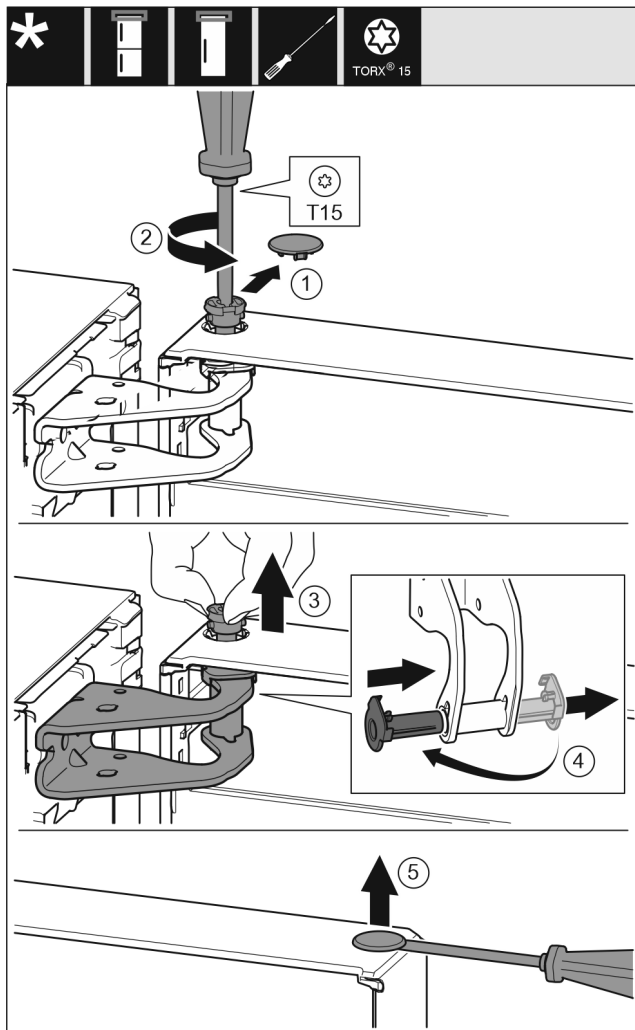

Fig. 11
- ▶ Ostrożnie zdjąć osłonę zabezpieczającą. Fig. 11 (1)
- ▶ Sworzeń wykręcić nieco przy pomocy śrubokręta T15. Fig. 11 (2)
- ▶ Przytrzymać drzwi i wyjąć sworzeń palcami. Fig. 11 (3)
- ▶ Tuleję łożyskową wyjąć z prowadnicy. Założyć z drugiej strony i zazębic. Fig. 11 (4)
- ▶ Zatyczkę ostrożnie podważyć przy pomocy śrubokręta i wyjąć z tulei łożyskowej drzwi. Fig. 11 (5)